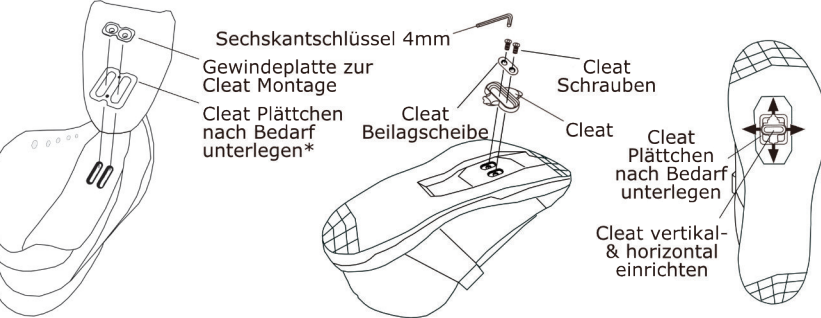

Abbildung 2:
- 2.2. Das Einklicken ist zu schwergängig oder überhaupt nicht möglich: Montiere das Cleat-Plättchen unter den Cleat (siehe Abb. 2 rechts). Damit sollte ein leichteres Einklicken möglich sein.